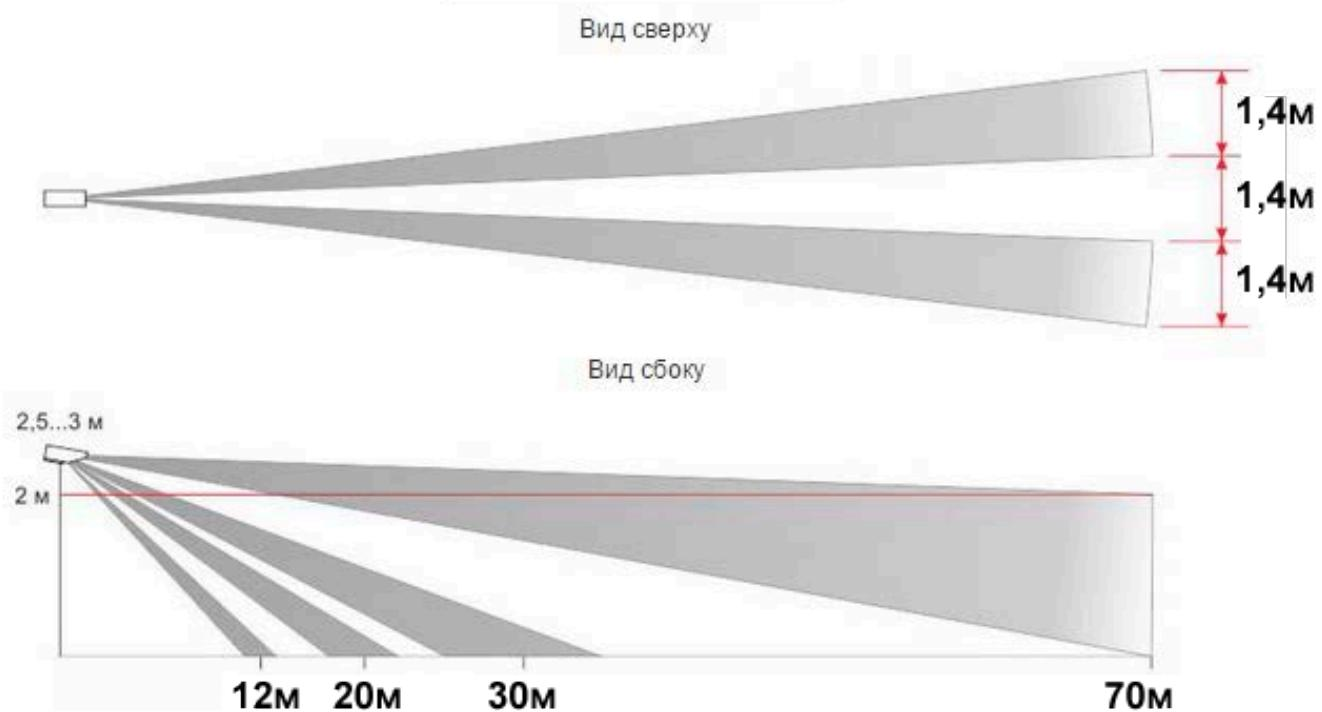
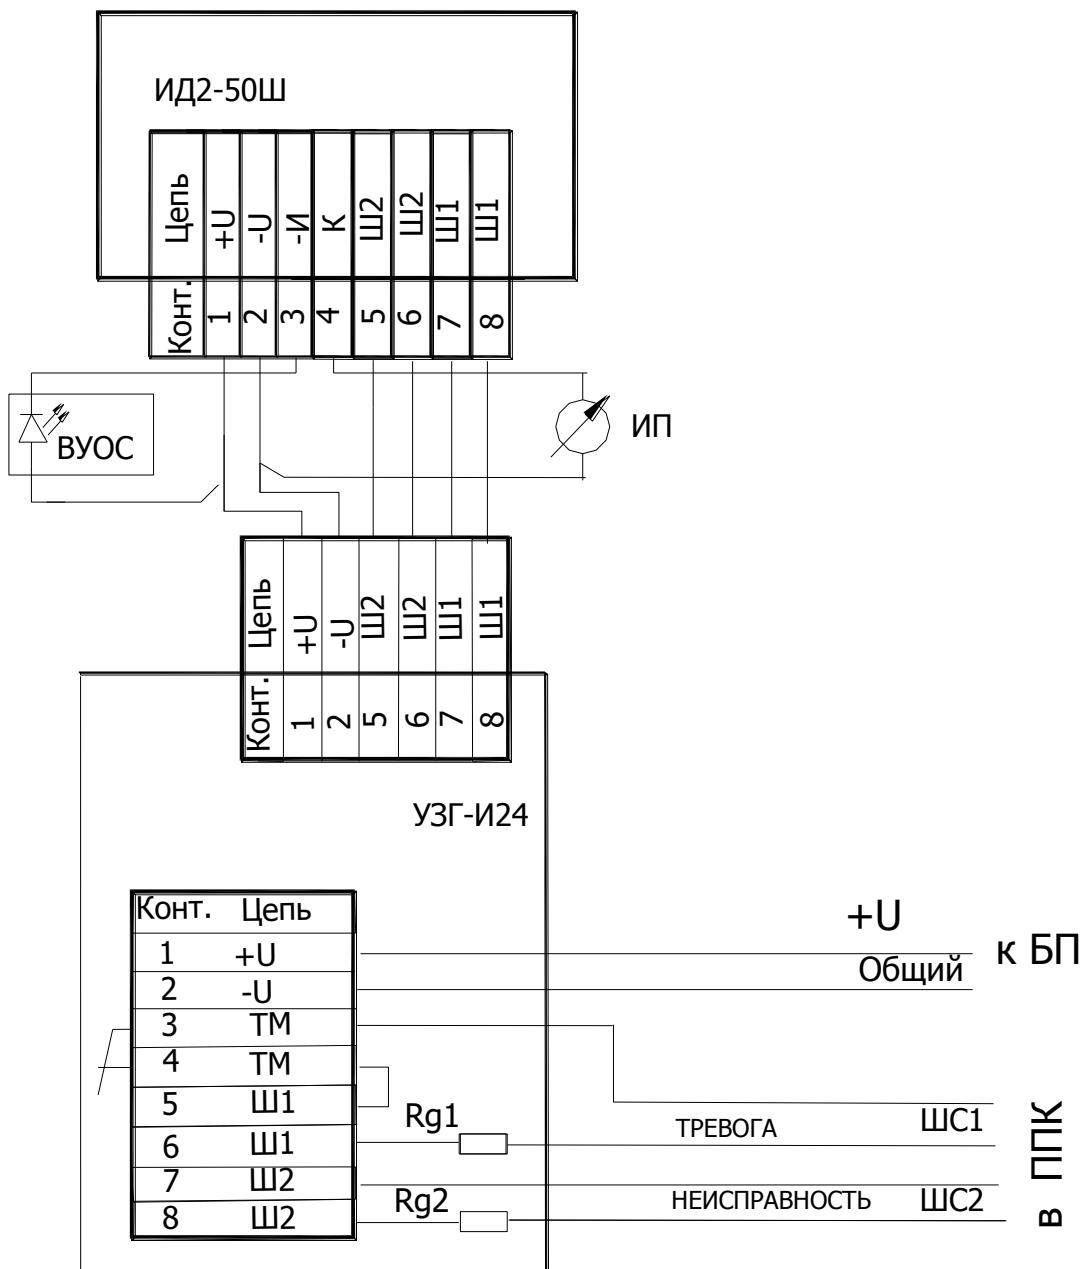

Рис.1.1 Диаграмма направленности зоны обнаружения.
Рис. 1.4 Схема соединения при включении одного извещателя с использованием УЗГ-И24.
- формируют извещение **ТРЕВОГА** при пересечении нарушителем зоны обнаружения на всей её дальности в соответствии с рис.1.1;
1.5.4 Принцип действия извещателя основан на регистрации изменения температуры среды при пересечении нарушителем зоны охраны, образованной двумя расходящимися лучами в форме пирамид с основаниями на границе зоны обнаружения. Диаграмма направленности зоны обнаружения приведена на рис. 1.1.
1.5.6 Возможны две схемы включения извещателей: одиночное и встречное. При одиночном включении в зоне обнаружения работает один извещатель в соответствии с рис.1.1, при встречном включении зону образуют два извещателя, включенные навстречу друг другу. Встречное включение устраняет «мертвые» участки зоны одиночного включения, повышает вероятность обнаружения и уменьшает ложные срабатывания. Шлейфы извещателей включаются по схеме **«монтажное И»**, при которой формирование извещения **ТРЕВОГА** происходит при срабатывании обоих извещателей. Схема соединения при одиночном включении приведена на рис. 1.4, при встречном включении – на рис.1.6. Оконечные резисторы Rg1, Rg2 устанавливаются в соответствии с документацией на ППК.
- произвести подключение извещателя в соответствии с выбранной схемой, приведенной на рис. 1.4, ... 1.6;
1.5.10 Точную юстировку извещателя можно провести с помощью вольтметра, подключенного к выходу «**K**» и контакту «-» питания (см. рис. 1.4). При этом необходимо произвести несколько переходов зоны в одном месте, каждый раз измеряя уровень сигнала. Небольшими подвижками корпуса извещателя в вертикальной плоскости добиться максимального уровня сигнала при переходах и зафиксировать найденное положение. Максимальный уровень сигнала должен быть в пределах от 1 до 4,8 В, в зависимости от расстояния извещателя до места перехода.
1.5.11 Для наблюдения за режимом работы извещателя можно использовать Внешнее устройство оптической сигнализации (ВУОС), подключенное к выходу «- И» и контакту «+» питания в соответствии с рис.1.4.